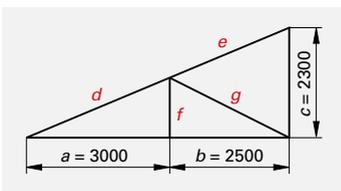

Bild 5: Trägerkonstruktion
6. **Trägerkonstruktion (Bild 5):** Die Längen der 4 Stäbe *d* bis *g* sind zu berechnen.